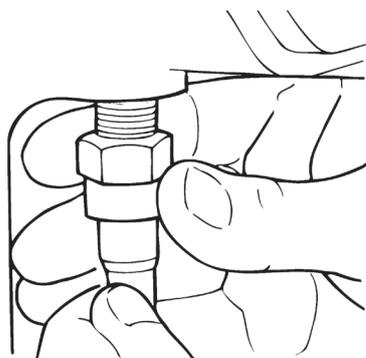

Figura 6.6
3. Remova interruptor do sensor do mecanismo de travamento, se usado, e sua porca de travamento da caixa do diferencial. Figura 6.6.